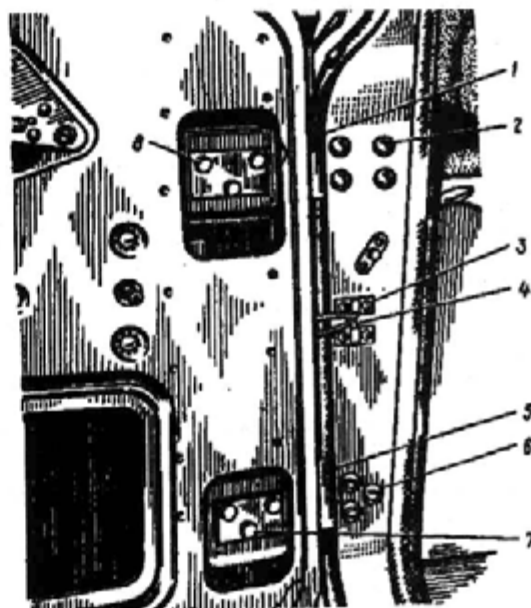

Рис. 317. Установка двери на стойке:
2. Выверните винты 3 (рис. 317) крепления ограничителя 4 двери и отделите ограничитель от стойки.
В этом случае ослабьте все винты 2 и 6 (рис. 317) крепления петель, кроме одного винта крепления нижней петли 5 и поднимите дверь за нижний задний угол, после чего затяните один винт 2 крепления верхней петли 1 (при смещении внутрь кузова) или опустите дверь, нажимая на ее верхний задний угол (при смещении наружу кузова). Затем закройте дверь и проверьте правильность ее положения. Если дверь не заняла правильного положения, откройте ее, ослабьте винт 2 крепления петли 1, поднимите и опустите ее. Закройте дверь и вновь проверьте правильность ее положения. Эту операцию повторяйте до тех пор, пока не будет достигнуто правильное положение двери в проеме, после чего затяните все винты крепления петель.